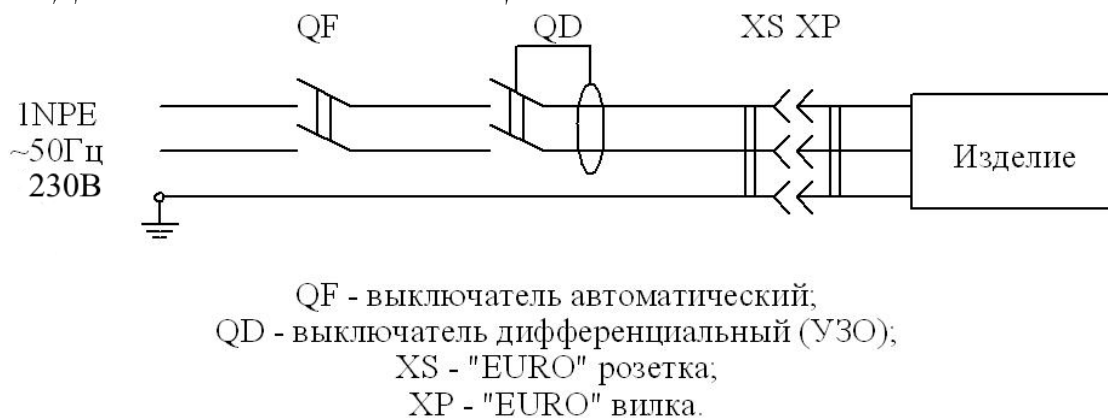

Рис. 1. Схема подключения изделия к электросети.
6. 4. Изделие должно подключаться к питающей электрической линии (рис. 1) через автоматический выключатель электромагнитной защиты и дифференциальный выключатель (УЗО). Выбор автоматического выключателя производить по большему ближайшему значению уставки срабатывания, а выбор дифференциального выключателя по номинальному току, который должен быть выше номинального тока автоматического выключателя и по номинальному отключающему дифференциальному току равному 30 мА.